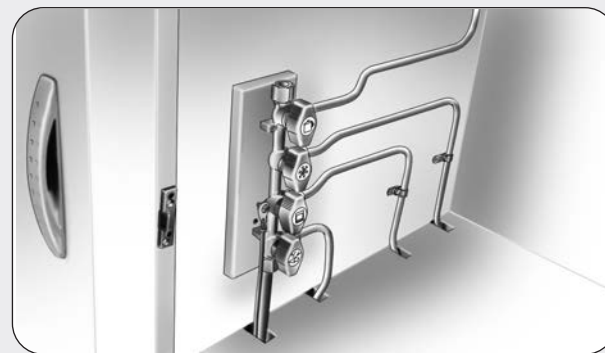

Abb. 11
- ❑ Das Gas gelangt von der herausnehmbaren Gasflasche mit Schließventil über einen Druckminderer und einen zentralen Verteiler mit mehreren Hähnen (**Abb. 11**) - jeweils ein Hahn pro Gerät - zu den einzelnen Verbrauchern. Der zentrale Verteiler befindet sich im Küchenschrank oder einem anderen Schrank.